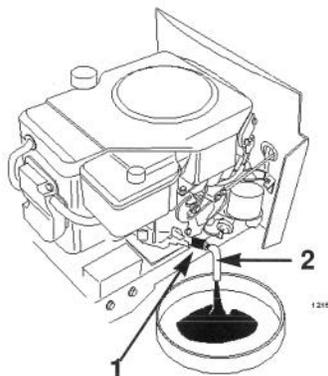

Figure 18
5. Placer un récipient sous le bouchon de vidange et ouvrir ce dernier en le dévissant d' $1/8$ de tour dans le sens contraire des aiguilles d'une montre et en le retirant (Fig. 18).